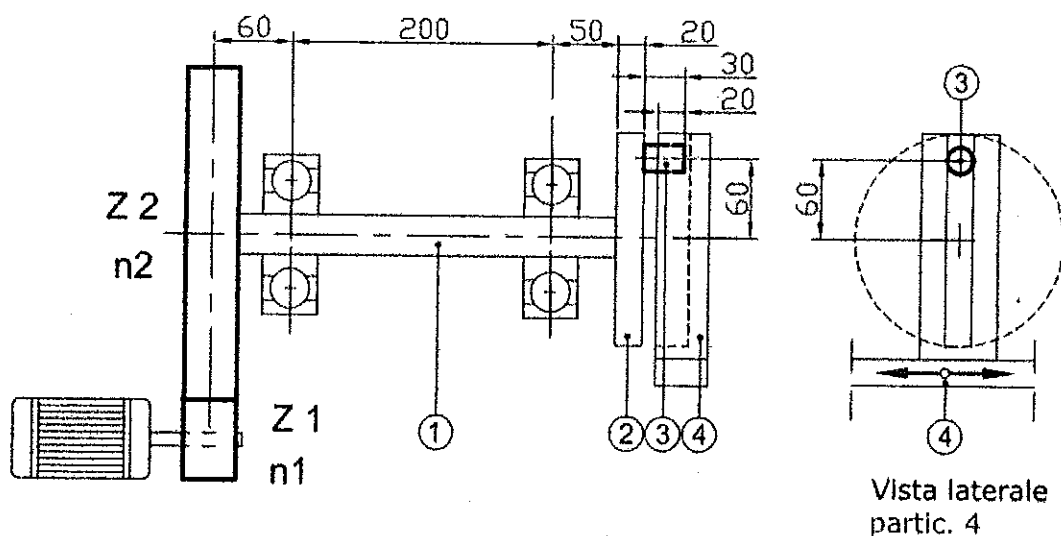

Fig. 1
Un motore elettrico, Fig. 1, aziona, tramite una coppia di ruote dentate cilindriche a denti diritti, un albero di trasmissione (1) alla cui estremità opposta risulta calettato un disco (2), il quale nella parte esterna porta un perno (3). Il perno scorre all'interno di una scanalatura praticata sul particolare (4), per la trasformazione del moto rotatorio dell'albero nel moto alternativo dello stesso particolare (4).